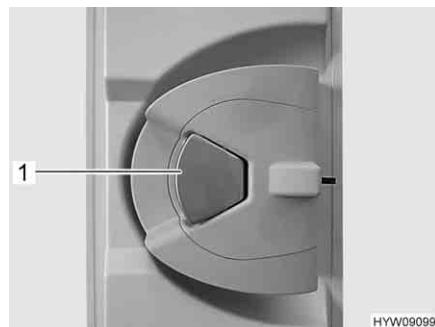

Fig. 50 Serratura della porta (porta di ingresso, lato interno)
*Apertura:* ■ Quando la serratura della porta è bloccata: Tirare una volta la maniglia della porta (Fig. 50,1). La porta è sbloccata.
■ Tirare la maniglia della porta (Fig. 50,1). La porta è aperta.
*Bloccaggio:* ■ Premere la maniglia della porta (Fig. 50,1).